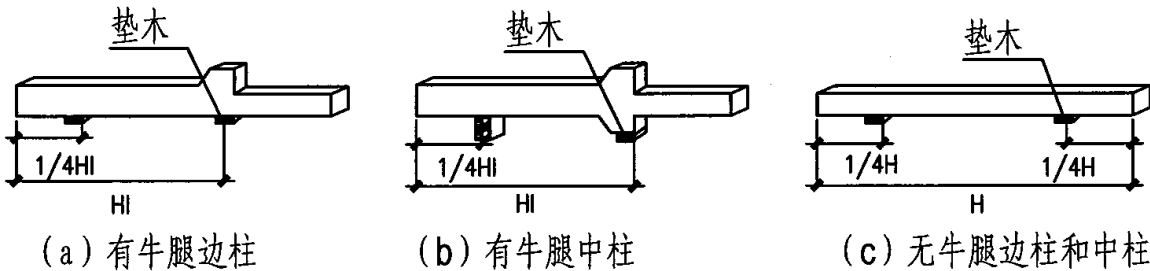

图12.2.2
12.2.2 柱子运输时，必须侧向立放，垫好垫木，垫木分别设置在牛腿和下柱长度的1/4柱长处，并应绑牢，防止移动或倾倒；对无牛腿的柱，垫木设在距柱两端1/4柱长处。见图12.2.2